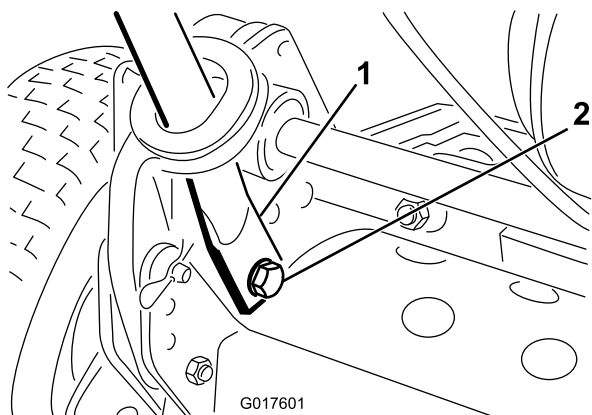

Figura 4
4. Apriete los extremos del manillar hacia dentro e instálelos sobre los pasadores de montaje (Figura 4).
5. Sujete los extremos del manillar a los pasadores de montaje con los pernos, las arandelas y las arandelas de freno suministrados (Figura 4).
6. Sujete la parte inferior de los brazos del manillar a cada lado del cortacésped con los pernos y las contratuercas que retiró anteriormente (Figura 4). Asegúrese de instalar los casquillos en los taladros de montaje de los brazos del manillar.
7. Sujete los brazos del manillar a la parte de atrás del bastidor con los pasadores de horquilla y los pasadores de anilla que retiró anteriormente (Figura 4).